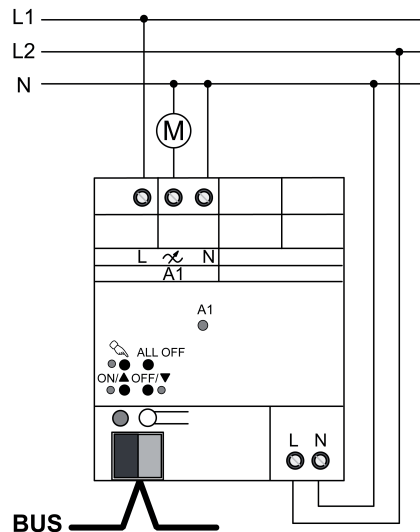

Рисунок 6: 1-составный исполнительный элемент управления – подключение для работы в качестве устройства регулировки числа оборотов
- Подключите прибор, как показано на примере (рисунок 6).